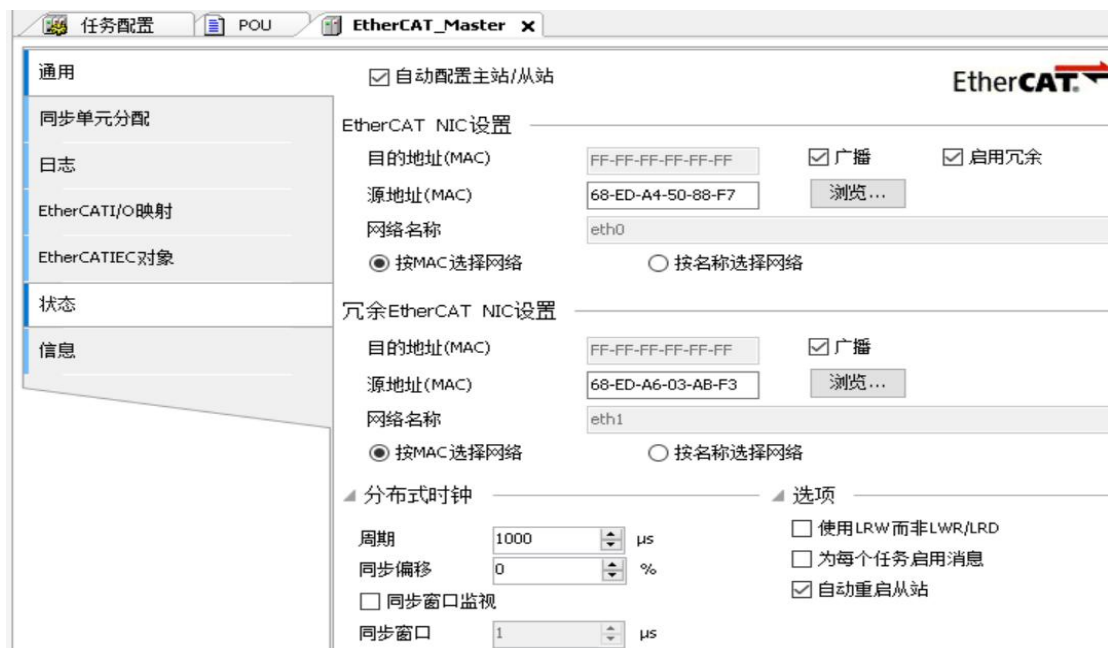

图 14.41 冗余环网参数的设置
- 2) 在“EtherCAT NIC 设置”和“冗余 EtherCAT NIC 设置”中，建议统一选用“按 MAC 选择网络”或“按名称选择网络”。图 14.41 是采用“按 MAC 选择网络”。
- 3) “Device”扫描并连接 PLC 后，点击“浏览”，设置 EtherCAT 的两个网口，如图 14.41 所示，从 EtherCAT 总线连接，从上面的网口开始，环形连接从站，最后连接到图 14.41 中的第二个网口。